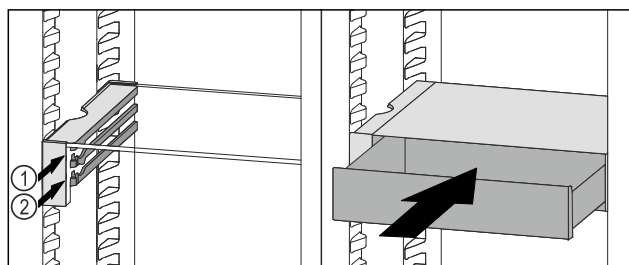

Fig. 102
- 将 VarioSafe 抽屉放置在所需肋梁 Fig. 102 (1) 或 Fig. 102 (2) 上的止挡器后面。